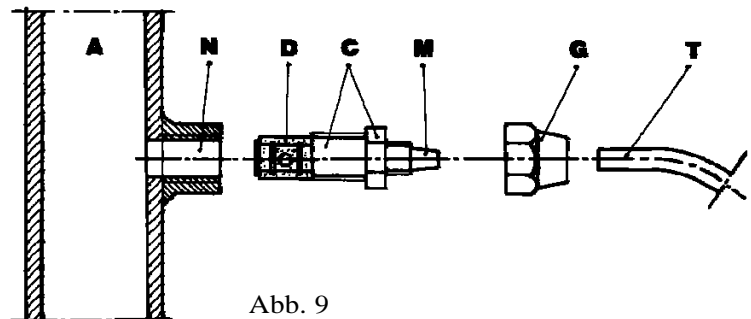

Abb. 9
- g. - An der Leitung der zu behandelnden Anlage, an der geeignetsten Stelle zur Einspritzung des zu dosierenden Produktes, einen Anschluss zu 3/8" Gas mit Innengewinde anbringen. Dieser Anschluss ist nicht im Lieferumfang inbegriffen. Das Einspritzventil in den Anschluss schrauben und das Dichtung Teflon® verwenden (Abb. 9).
3.1 - MONTAGEPLAN FÜR EINSPRITZVENTIL (Abb. 9)